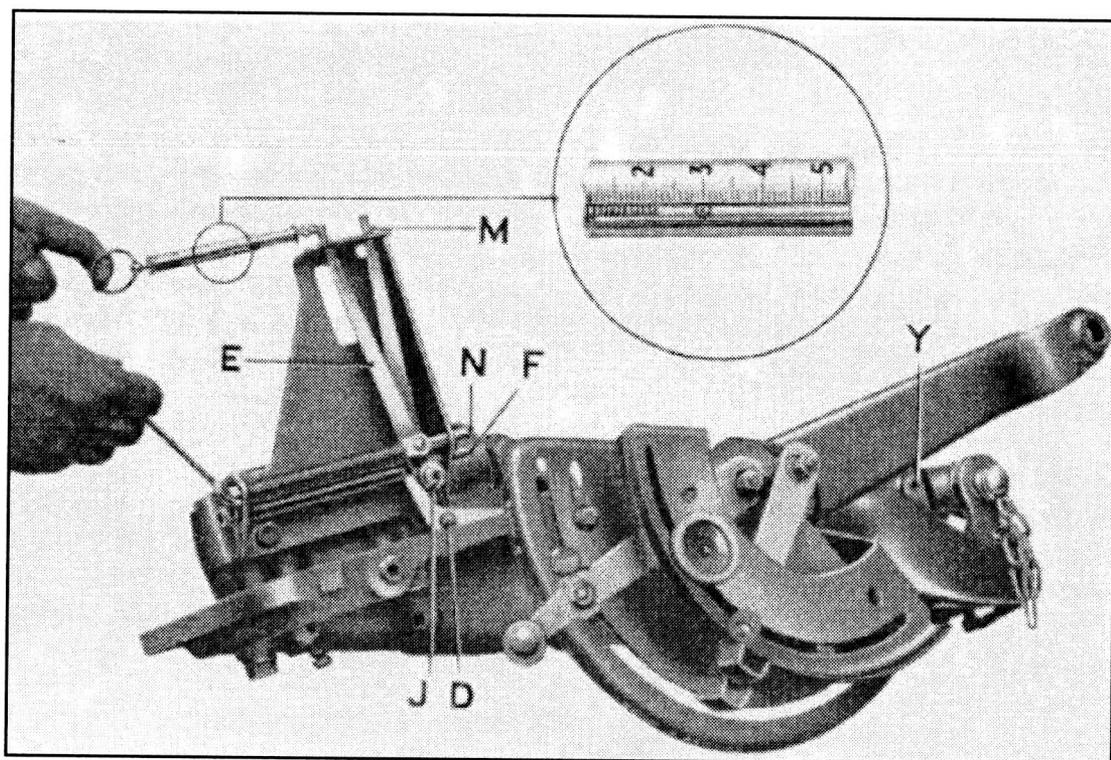

Figure 30 Réglage des leviers du système hydraulique
Vérifier le jeu axial en agissant à la main sur le basculeur; s'il y a lieu enlever les deux vis spéciales (90) d'articulation du basculeur, desserrer la petite vis Allen sur le coté droit du prolongement du couvercle (voir Y figure 30); repousser le chapeau en caoutchouc (93) pour dégager l'écrou (92); serrer ou desserrer cet écrou à l'aide
Placer la goupille (95) à travers le trou de la chape se trouvant dans l'alignement d'une fente de croisillon. Introduire l'ensemble du ressort et du plongeur dans le couvercle en s'assurant que la rondelle de butée (94) est correctement positionnée. Visser ensuite l'écrou (92) jusqu'à élimination complète du jeu. Bien se souvenir qu'un serrage ou un desserrage trop important provoquera l'accroissement du jeu. Resserrer la vis (Y figure 30) et replacer le chapeau de caoutchouc (93). Ne pas serrer exagérément la vis (Y) ne pas dépasser le couple de 0,7 à 0,8 mkg, sinon la bille de plomb qui sert à freiner l'écrou s'écraserait trop profondément dans le filetage ce qui rendrait tout démontage ultérieur difficile.
4) Réglage des leviers des fourchettes de contrôle de position et d'effort (figure 30)
Comme illustré sur la figure 30, exercer à l'aide d'un peson un effort de 1360 grammes à l'extrémité de chaque levier; le réglage est correct quand on peut juste passer une cale de 15/100 mm d'épaisseur entre le levier et le fond avant de la lumière pratiquée dans la plaque support. Si nécessaire, agir sur les écrous indesserrables placés en bout des tiges (F et N). Si le levier peut être appliqué sans effort contre le fond de la lumière, l'écrou doit être desserré. Au contraire, si l'effort au peson dépasse le taux indiqué, il faut resserrer l'écrou.
5) Réglage de l'excentrique (J). (voir figure 30)